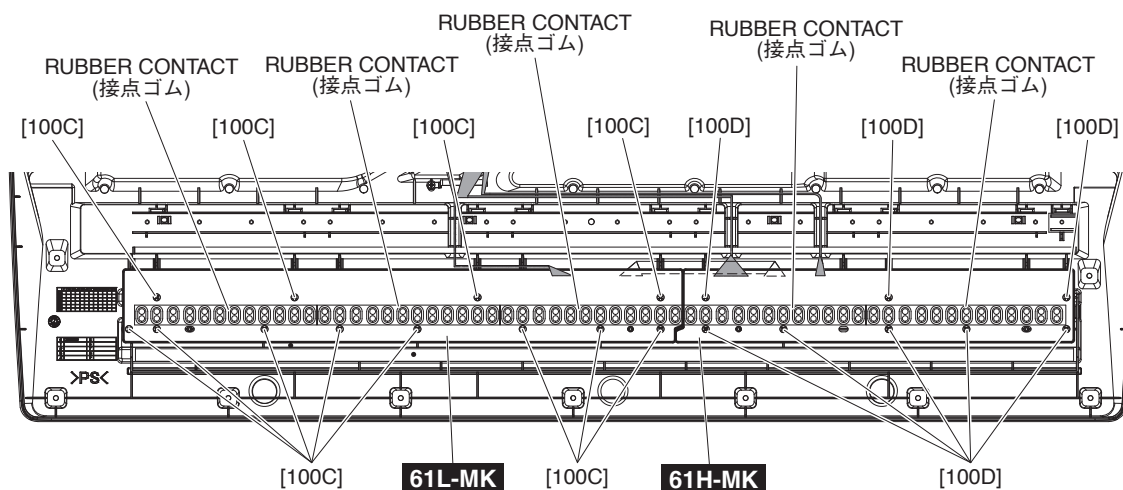

Fig. 10(図10)
18-3-2. Remove the rubber contacts. (Photo 2, Fig. 10)
18-4-2. Remove the twelve (12) screws marked [100C]. The 61L-MK circuit board can then be removed. (Fig. 10)
18-5-2. Remove the eight (8) screws marked [100D]. The 61H-MK circuit board can then be removed. (Fig. 10)
18-3-2. それぞれの接点ゴムを外します。(写真2、図10)
18-4-2. [100C] のネジ 12 本を外して、61L-MK シートを外します。(図10)
18-5-2. [100D] のネジ 8 本を外して、61H-MK シートを外します。(図10)